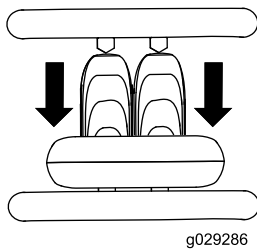

Bild 7
- Bewegen Sie den Fahrtriebshebel nach hinten, um rückwärts zu fahren (**Bild 7**).